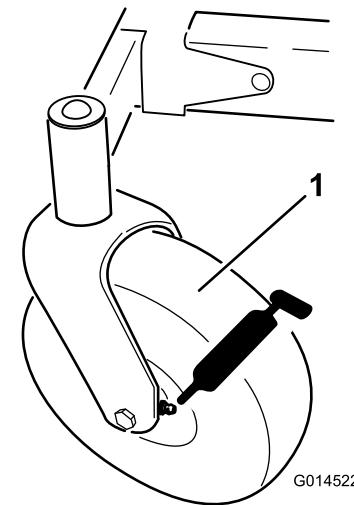
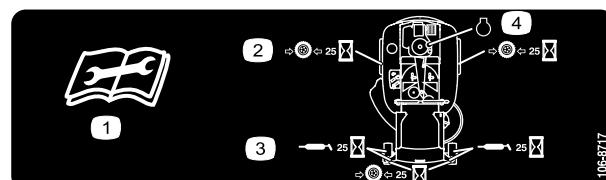

Figura 35
Figura 36
3. Pulite i raccordi d'ingrassaggio (Figura 35 e Figura 36) con un panno.
4. Collegate un ingrassatore a pressione a ciascun ingrassatore (Figura 35 e Figura 36).